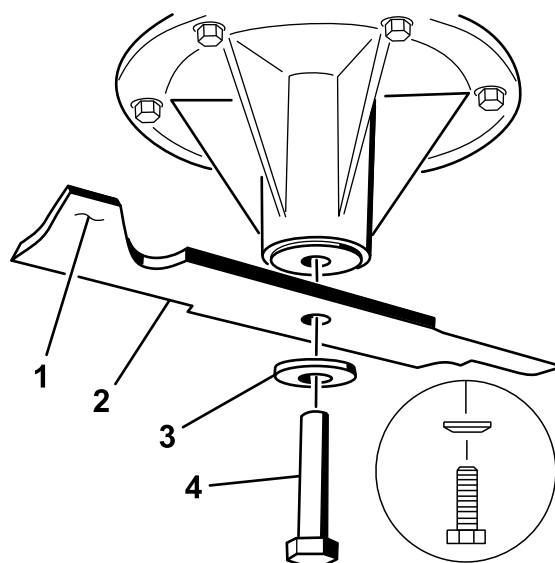

Рисунок 112
1. Установите нож на шпindelь (**Рисунок 112**).
2. Установите тарельчатую пружину и болт ножа (**Рисунок 112**).
Примечание: Тарельчатую пружину необходимо установить так, чтобы ее конусная часть была обращена к головке болта (**Рисунок 112**).